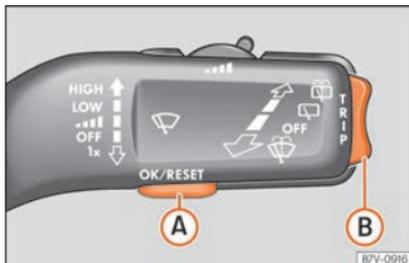
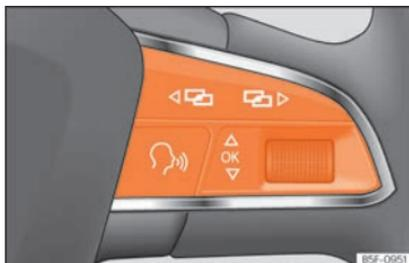

Fig. 46 Levier d'essuie-glace : touches pour utiliser les menus du tableau de bord.
Fig. 47 Volant multifonction : touches pour utiliser les menus du tableau de bord.
- Si un message ou le pictogramme du véhicule est affiché, appuyez sur la touche **OK** (» fig. 46 **A**) ou » fig. 47).
- Appuyez sur la commande à bascule » fig. 46 **B**) vers le haut ou vers le bas, ou faites tourner la molette du volant multifonction pour sélectionner l'option de menu souhaitée.